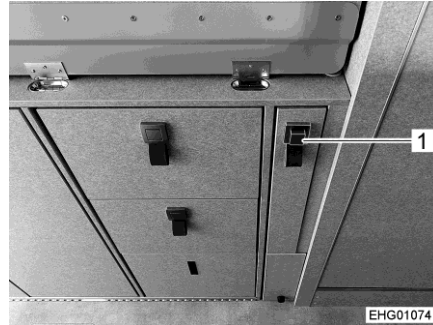

Fig. 59 Base di appoggio per la salita, stivata
- Premere il bottone a pressione (Fig. 59,1).